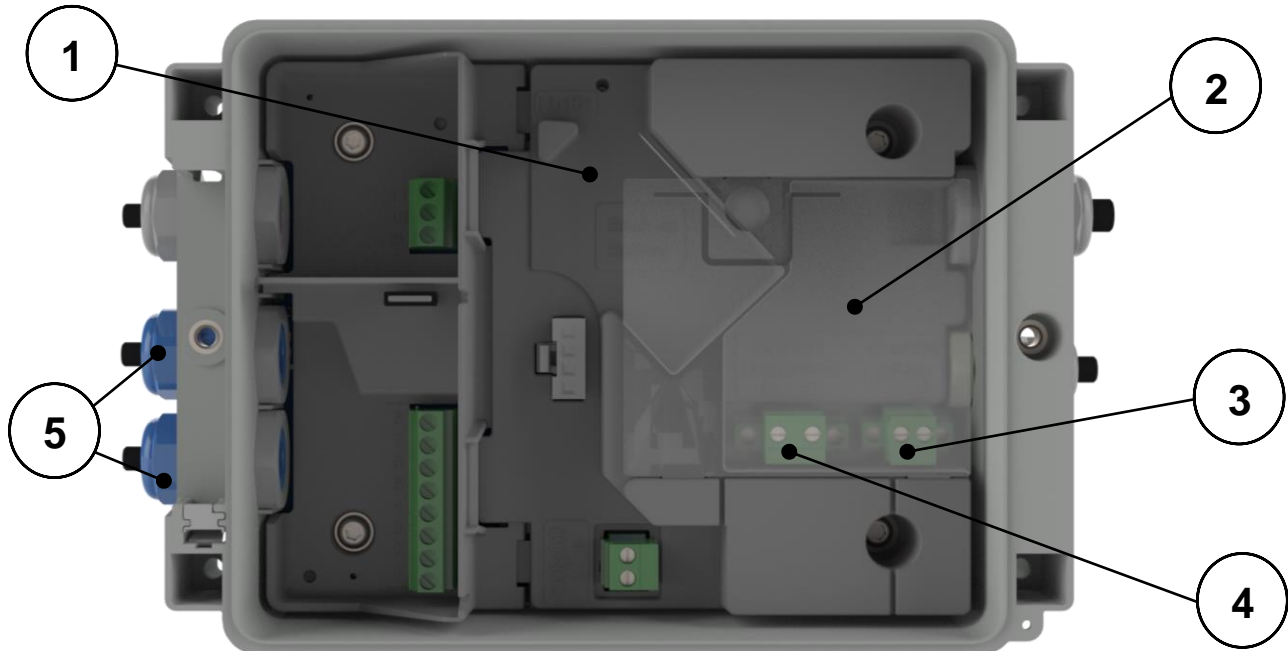
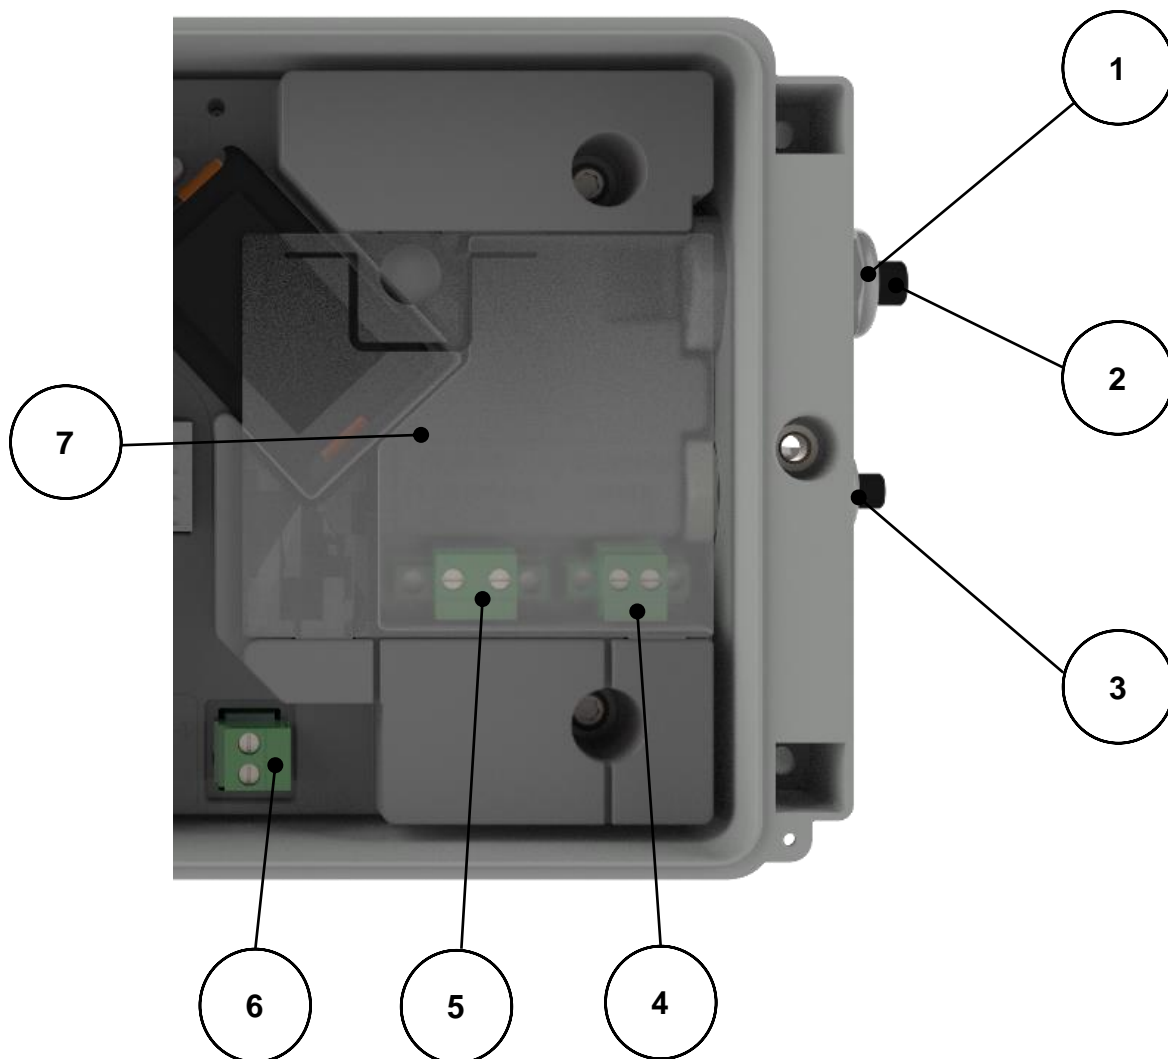

Abb. 1
Abb. 6
Zusätzliche Hinweise zur Explosionssicherheit, siehe Abbildung 1:
3. Wenn ein montiertes Kabel aus irgendeinem Grund entfernt und wieder installiert werden soll, prüfen Sie, ob das Kabel richtig installiert ist, ob es lose Drähte gibt und ob die Kabeldurchführungen richtig angezogen sind. Prüfen Sie auch, ob die Ex-Schutzabdeckung (2), siehe Abbildung 1, vorhanden ist.
4. Bei allen Aktionen, die das Lösen der Ex-Schutzabdeckung (2) beinhalten, sollte zuerst die Netz- oder externe Gleichspannung entfernt oder ausgeschaltet werden.
8. Optional kann eine Backup-Batterie installiert werden. Es darf nur eine Original Wigersma & Sikkema Backup-Batterie, Typ NN2758, installiert werden. Der Einbau erfordert das Lösen der Ex-Schutzabdeckung (2), siehe Anweisungen unter Punkt 4.
Schließen Sie das Gerät erst wieder an das Stromnetz an, wenn alle Kabel angeschlossen sind und die Ex-Abdeckung (2) aufgesetzt wurde, siehe Abbildung 1.
Immer die Ex-Schutzabdeckung (Abb. 1, 2 oder Abb. 6, 7) über dem Netzanschluss anbringen.
Der UNICOM 300 mit Netzanschluss kann auch mit 24V (15 - 32VDC) betrieben werden. Der 24V-Anschluss ist an dem 24V-Aufkleber zu erkennen, der beim Anschluss der 24V entfernt werden muss. Stellen Sie sicher, dass + und - richtig angeschlossen sind. Falsche Anschlüsse führen zum Auslösen der Sicherung. Das Gerät muss dann zur Reparatur an W&S geschickt werden. Siehe auch (4) in Abbildung 6.
2. Führen Sie das Netzkabel durch die Kabelverschraubung (Abb. 6, 1).
3. Schließen Sie das Netzkabel an die 230 VAC oder 24 VDC Klemme im UNICOM 300 an (Abb. 6, 5).
4. Schrauben Sie die Klemme und die Verschraubung fest und setzen Sie die Ex-Schutzkappe auf (Abb. 6, 7)
5. Schließen Sie die Spannungsversorgung für das UNIGAS 300 (Abb. 6, 6) an (optional).